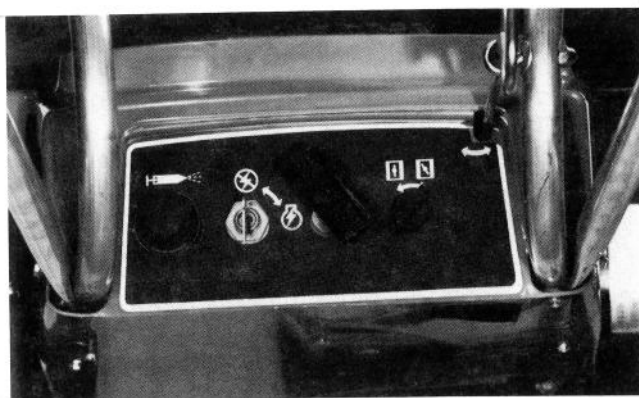

Figure 7
2. Faites tourner la commande de l'étrangleur dans le sens des aiguilles d'une montre (Figure 7).
3. Appuyez, du pouce, au centre du bouton d'amorçage de manière à couvrir le trou (Figure 7) - Selon la température du lieu où se trouve la déneigeuse, poussez l'amorceur 1 à 4 fois. Pour les températures supérieures à -7°C, poussez une ou deux fois; aux températures inférieures à -7°C poussez trois ou quatre fois. Par très grand froid, en dessous de -23°C, poussez le bouton d'amorçage cinq ou six fois.
4. Tournez la clé d'allumage à la position MARCHE. (Figure 7).
5. Pour mettre en marche une déneigeuse S200 avec démarreur à rappel, posez une main sur le mancheron inférieur pour stabiliser la déneigeuse. Saisissez ensuite la poignée du démarreur (Figure 7) et tirez-la vigoureusement pour mettre le moteur en marche. Si le moteur ne démarre pas après quatre essais, amorcez de nouveau et tirez la poignée de démarrage encore quatre fois. Recommencez ainsi jusqu'à ce que le moteur démarre.
1. Tournez la clé d'allumage à la position ARRÊT (Figure 7).